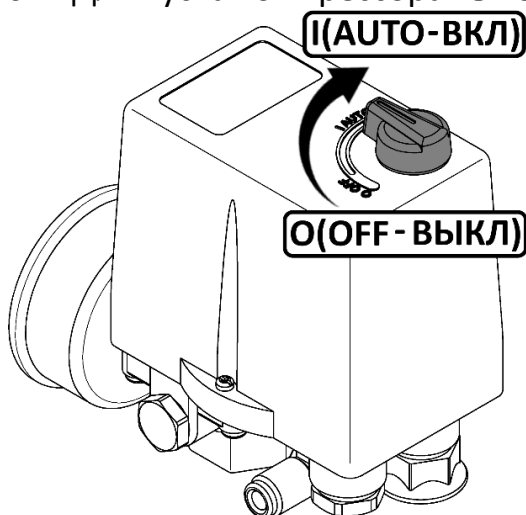
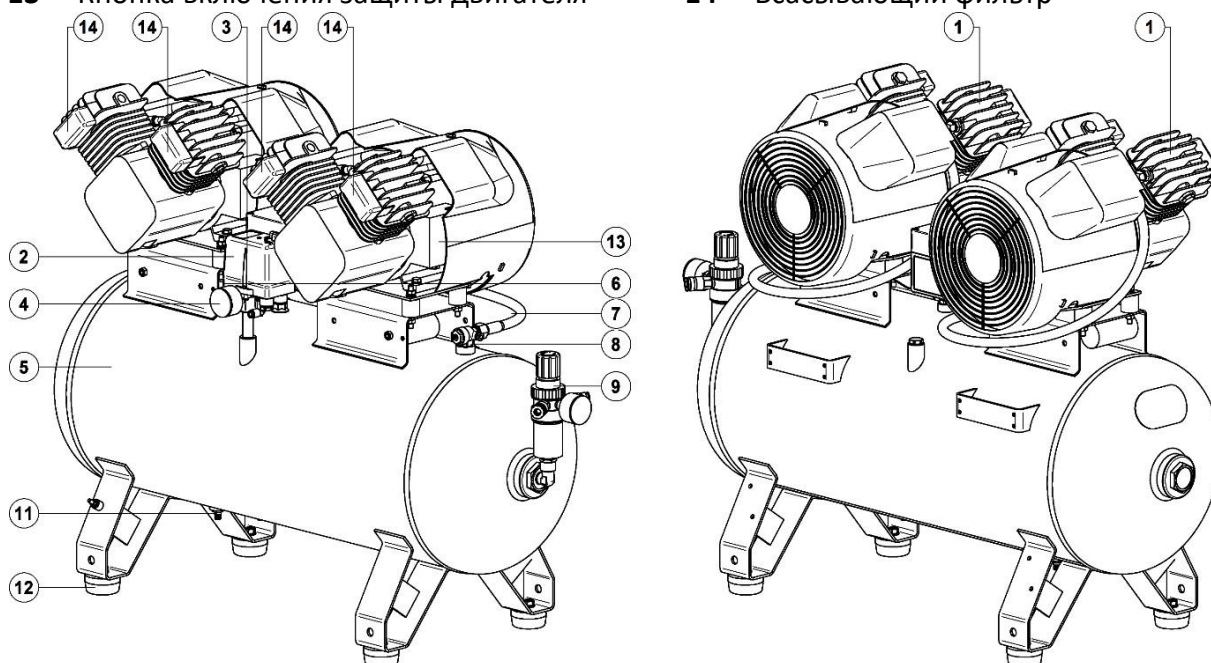

Рисунок 2
Рисунок 3 - Общий вид компрессора СБ4-100.VS204Т
- Проверьте, чтобы выключатель на реле давления находился в выключенном положении "O" (рисунок 2).
- Выключить компрессор выключателем **3** на реле давления (рис. 3, 4). Для этого необходимо переключить выключатель в положение "О" или "OFF", в зависимости от исполнения (рис. 2). После этого остановится электродвигатель и произойдет сброс давления из нагнетательного воздухопровода и поршневого блока.
- Переключите выключатель **3** на реле давления в положение "O" или "OFF", в зависимости от исполнения (рис. 2).
- Снимите крышку всасывающего фильтра **14**, вывернув винт (рис. 3, 4);